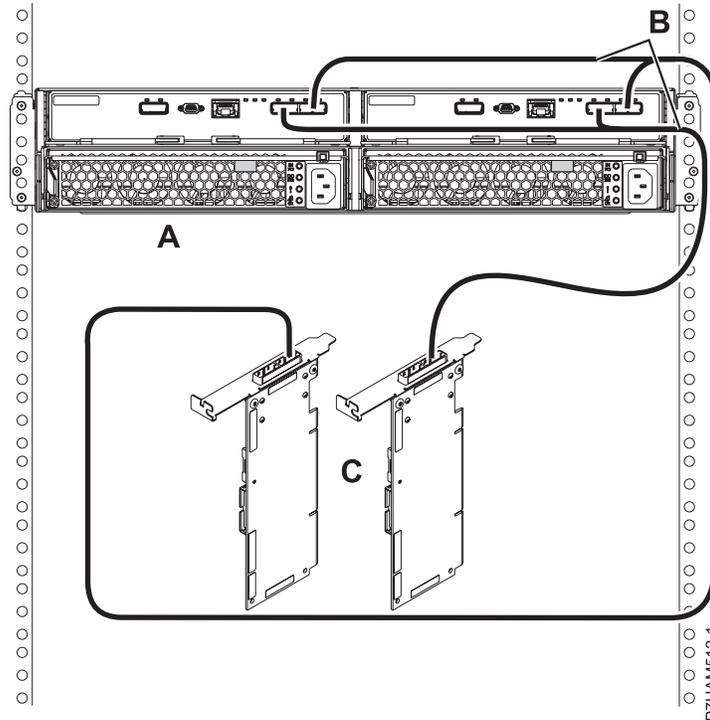

Figura 37. Conexión en la modalidad 1 mediante cables YO de un alojamiento de unidades de disco 5887 con un par de adaptadores SAS
11. Realice la conexión en la modalidad 1 de un alojamiento de unidades de disco 5887 (A) utilizando cables YO (B) con un par de adaptadores SAS (C), tal como se muestra en la Figura 37 en la página 81.